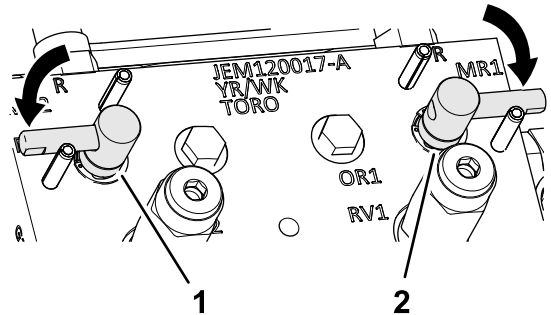

Bild 151
3. Stellen Sie die Läpphebel in die F-Stellung (mähen) (Bild 151).